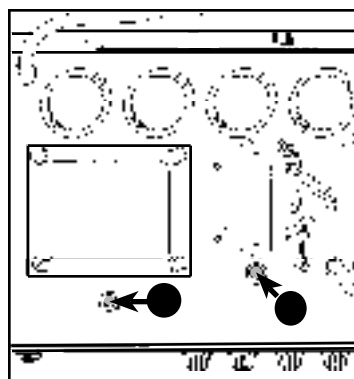

FIG. 1
- A. **HUM BALANCE ADJUSTMENT** - Diese Regulierung minimiert das an den Lautsprechern hörbare Brummgeräusch, das durch ein Ungleichgewicht in den Glühfäden der Röhren verursacht wird. Nehmen Sie die Regulierung nach dem Auswechseln der Röhren vor. Regulierungsanleitung: Schalten Sie den Verstärker 2 Minuten lang EIN, wobei kein externes Gerät an den INPUTS angeschlossen sein darf. Drehen Sie die Regler VIBRATO CHANNEL - VOLUME, MIDDLE und BASS vollständig in Uhrzeigerrichtung und den Regler TREBLE vollständig gegen die Uhrzeigerrichtung. Drehen Sie alle NORMAL CHANNEL-Regler vollständig gegen den Uhrzeigersinn. Schalten Sie die Effekte REVERB und VIBRATO aus. Drehen Sie anschließend mit einem Schlitzschraubendreher den BALANCE ADJUSTMENT-Regler (siehe „A“ in ABB. 1) abwechselnd in beide Richtungen, und wählen Sie die Position, bei der die geringsten Brummgeräusche entstehen.
**A. BALANCE ADJUSTMENT** - この調整は真空管のフィラメントのアンバランスによる電気音を低下します。真空管を交換した際にこれで調整してください。調整手順**INPUTS**に何も指し込んでいない状態にし、アンプの電源を入れて、2分間待ちます。**VIBRATO CHANNEL - VOLUME - MIDDLE - BASS**のノブを時計方向にいっぱいまで廻し、**TREBLE**ノブを逆時計方向にいっぱいまで廻します。すべての**NORMAL CHANNEL**ノブを逆時計方向にいっぱいまで廻します。**REVERB**及び**VIBRATO**エフェクトをオフにします。**BALANCE ADJUSTMENT**コントロールにマイナス・ドライブを差込み(図1の「A」参照)、左右廻しながら最も雑音の少ない位置を確認します。